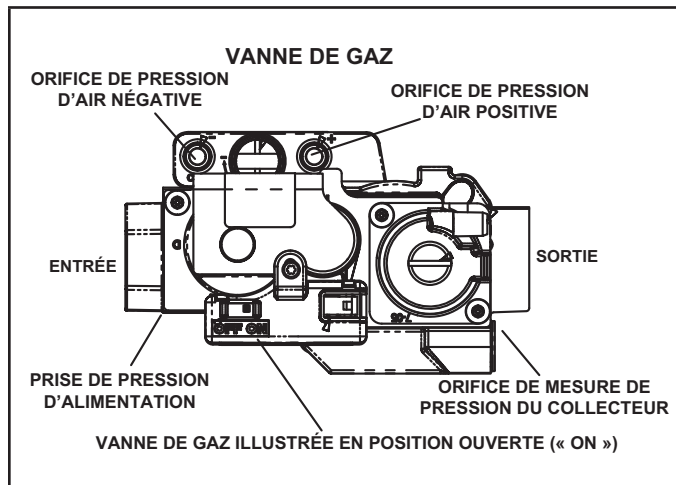

FIGURE 62
Fonctionnement de la vanne de gaz (FIGURE 62)
- 6 - Mettez l'interrupteur de la vanne de gaz sur « OFF ». Reportez-vous à la FIGURE 62.
- 8 - Mettez l'interrupteur de la vanne de gaz sur « ON ». Reportez-vous à la FIGURE 62. Ne forcez pas.